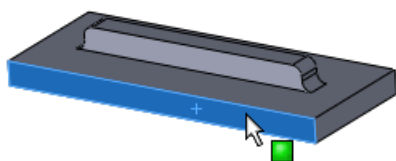

图 10-49 选择基准面
⑦绘制草图。在实体上选择图 10-49 所示的面作为绘图的基准面，单击“草图”工具栏中的“草图绘制”按钮，然后单击“草图”工具栏中的“转换实体引用”按钮，将选择